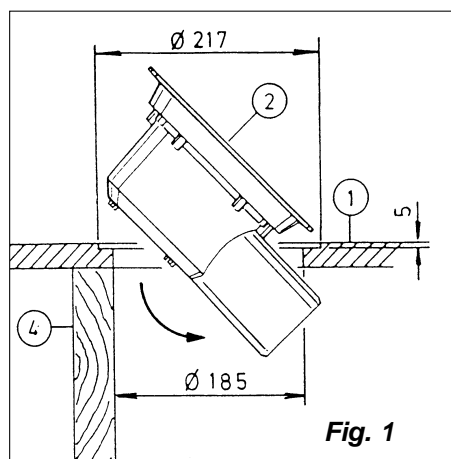

Fig. 1
Se egne mont.anv! Montering kan også foretas som nedfelling direkte. Dette gjøres enklet med Joti nedfellingsfres NRF 340 12 41, men kan også gjøres på følgende måte: Plasser sluket med flensen ned og tegn rundt, mål inn 16 mm fra ytterkant, og sag ut (Ø185 mm i gulvplaten) (1) Forsenk 5 mm mellom den avmerkede sirkelen og hullet. Bruk f.eks. en overfres. Montér sluket (2) ovenfra og fest med 4 stk. 3 mm skruer (3), slukflensen må understøttes på minst én side med gulvbjelke (4) eller losholt montert mellom to bjelker. Se fig. 1 og 2.